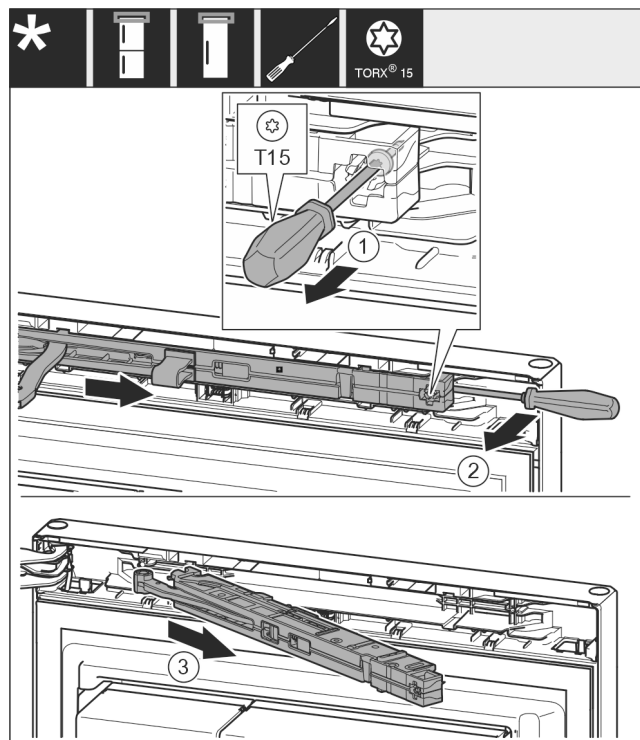

Fig. 8
- ▶ Ослабьте винт на узле амортизатора закрывания двери с помощью отвертки T15 примерно на 14 мм. Fig. 8 (1)
- ▶ При помощи отвертки со стороны ручки переместите за узел амортизатора и поверните узел вперед. Fig. 8 (2)
- ▶ Извлеките узел амортизатора. Fig. 8 (3)